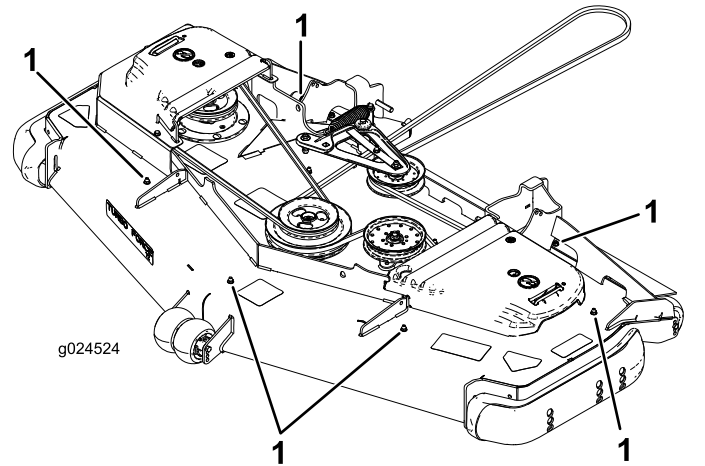

Figura 1
7. Retire los 6 tornillos allen (5/16" x 3/4") y las 6 tuercas con arandela prensada (5/16") que taponan los orificios de montaje abiertos de la carcasa (Figura 1).
- Instale el deflector golpeador correcto en cada cámara usando 1 perno de cuello cuadrado ($\frac{3}{8}$ " x $\frac{7}{8}$ ") y 1 tuerca con arandela prensada ($\frac{3}{8}$ "), como se muestra en la Figura 1.